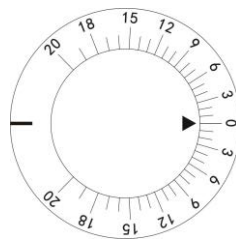
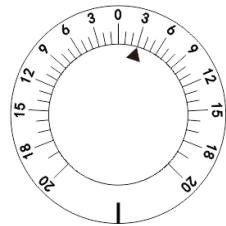
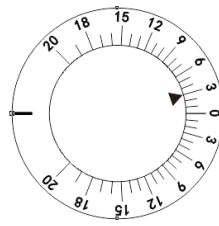

Abb.22
Abb.23
Abb.24
Drehprisma drehen ⑫ indem Sie seine Basis halten, um sie auf die Untersuchungsöffnung zu setzen. Drehen Sie den Prismendrehknopf ⑪ bis die erforderliche Prismenstärke eingestellt ist. Was der schwarze Dreieckspfeil anzeigt, ist die aktuelle Prismenstärke. Zum Beispiel ist die in Fig. 22 angezeigte Prismenstärke 0, die in Fig. 23 bedeutet die Basis in 3Δ-Prismenstärke und die in Fig. 24 bedeutet die 3 up-Prismenstärke nach oben.